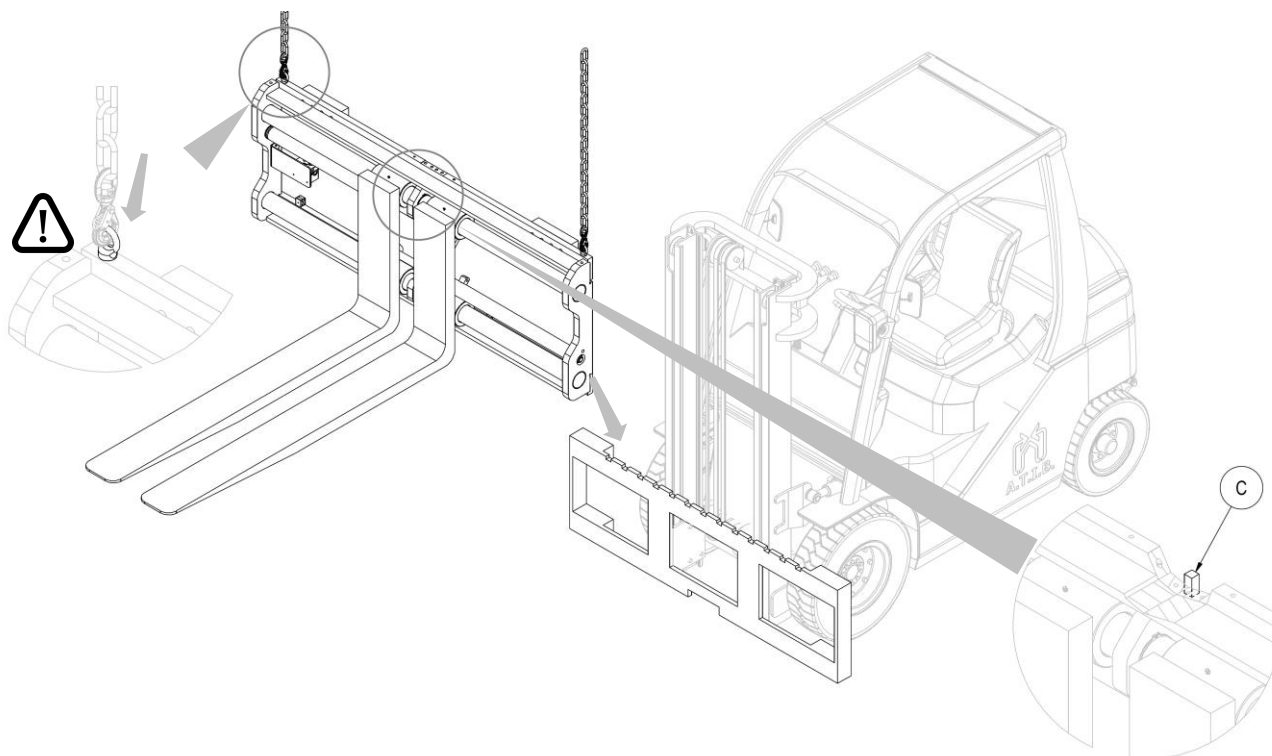

Figura 3
6. Per la movimentazione devono essere utilizzati dei golfari, i quali a devono essere avvitati negli appositi fori (vedi dettaglio *Figura 3*).
7. Con un carrozzone o un paranco di portata sufficiente posizionare l'attrezzatura sulla piastra porta forche, avendo cura di incastrare il dente di centraggio **C** nella tacca centrale della stessa (vedi dettaglio *Figura 3*).